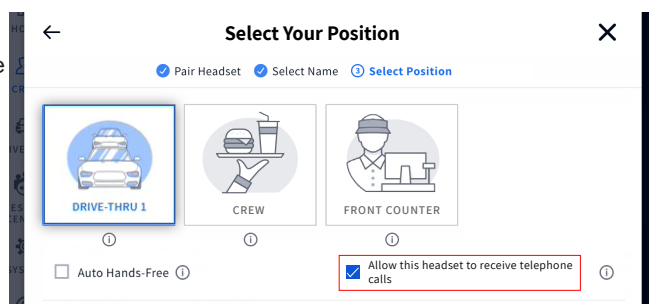

Fig. 11.6
4. Cuando aparezca el cuadro de diálogo **Seleccione su Posición** seleccione una posición y marque la casilla etiquetada: Permitir que los auriculares reciban llamadas telefónicas. Véase la Fig. 11.6. (Dado que solo se puede designar un auricular para recibir llamadas telefónicas, al marcar la casilla se fuerza la salida de este modo de cualquier auricular asignado anteriormente).